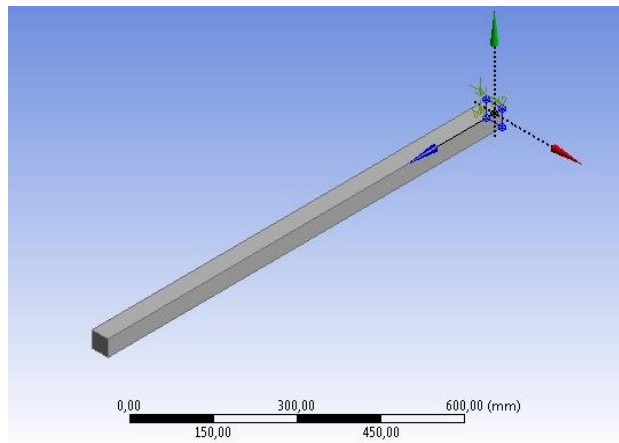

Рис. 4. Балка
3.2.7. *Generate* – фіксуємо всі зміни при побудові частини моделі. Одержуємо тривимірну суцільну заготовку для балки (рис. 4).